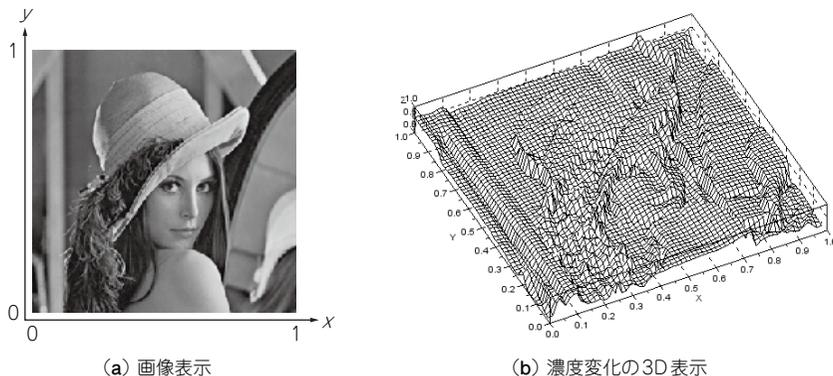

図1.2 【実行例1.1】(画像ファイル「LENNA.img」)
早速、モノクロ画像を読み込んで表示し、濃度データの変化のようすを調べてみよう(実行例1.1, 図1.2)。
- ① 画像データ(拡張子「.img」)を読み込んで、変数g1に格納する
- ② モノクロ画像(変数g1)をウィンドウ画面1に表示する[図1.2(a)]
- ③ モノクロ画像(変数g1)の濃度変化を、ウィンドウ画面2に3D表示する[図1.2(b)]